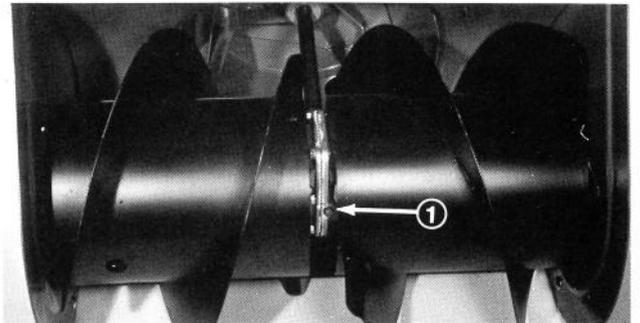

Figure 31
4. Placez le bac de vidange au-dessous du bouchon à tuyau (Fig. 31) à l'avant du carter d'engrenage de tarière et enlevez le bouchon à tuyau (voir "Vérification de l'huile de l'engrenage de tarière" page 9).
7. Reposez le bouchon à tuyau fermant le carter (Fig. 31).